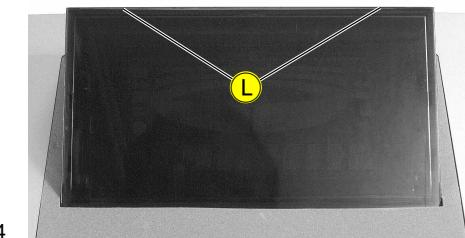

Fig. 4
- 2 Rastnasen  ausrasten und Displayabdeckung abnehmen (Fig. 4).
- Undo 2 catches  and remove the Display cover (Fig. 4).